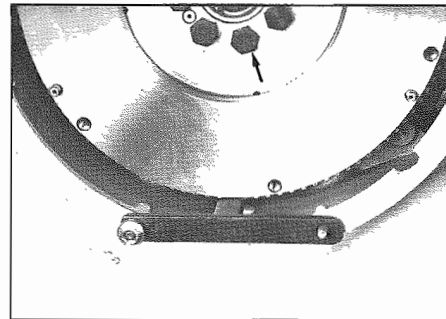

Fig. 11 - Viti di bloccaggio volano
- Bloccare il volano con l'apposito attrezzo (**Fig. 11**).
- Block the flywheel with the proper tool (**Fig. 11**)..